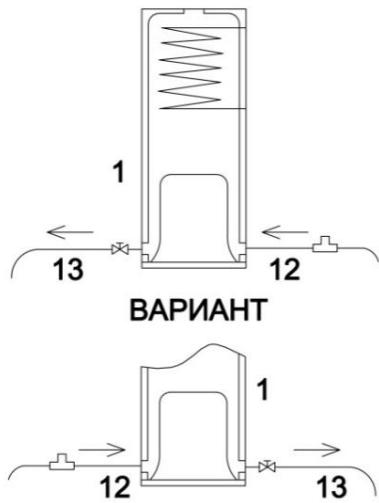

Рис. 15.3
3. Варианты подключения обратного трубопровода к котлу. (Рис. 15.3.)